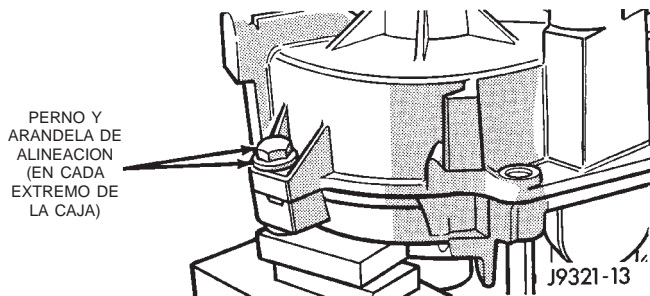

Fig. 73 Localización de los pernos de alineación
(6) Aplique un reborde de 3 mm (1/8 pulg.) de ancho de formador de juntas Mopar® o sellante adhesivo de silicona en la pestaña de instalación de la caja delantera. Esparza el sellante alrededor de los orificios de los pernos.
(7) Eleve la caja trasera y la bomba de aceite y emplace cuidadosamente el conjunto en la caja delantera. Asegúrese de que las espigas de la caja estén alineadas y que la corredera de la horquilla de modos se extienda a través de la caja trasera antes de asentar la caja trasera en la caja delantera.
(8) Instale los pernos de fijación de la caja. Los únicos pernos que requieren arandelas son aquellos de los extremos de la caja (Fig. 73).
(9) Apriete los pernos de la caja con una torsión de 27-34 N·m (20-25 lbs. pie).